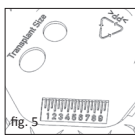

fig. 5
■ **fig. 5** Millimeterskalaen brukes til generelle sammenlignende målinger, noe som kan være nyttig i rammen av en mellomøreoperasjon. Baksiden kan prinsipielt også brukes som underlag eller prepareringsområde for diverse prosedyrer som for eksempel bearbeidning av transplantat eller mellomlagring.